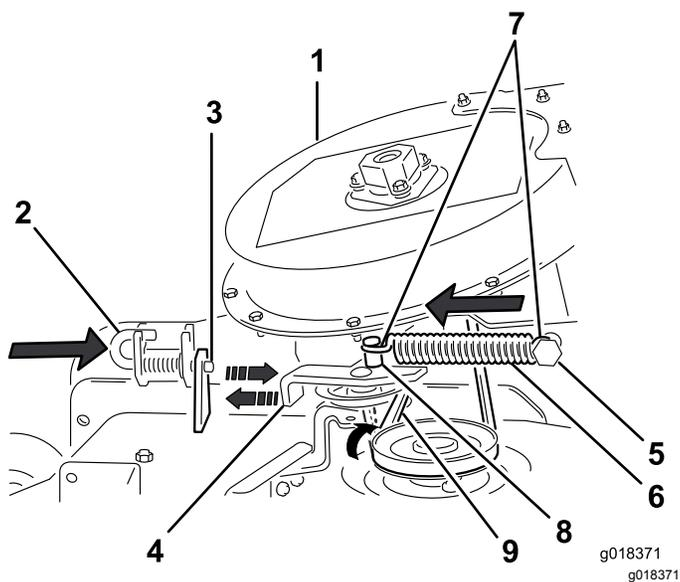

Figura 44
2. Enrute la correa provisionalmente por debajo de la polea tensora (Figura 44).
- Mueva el brazo tensor pivotante hacia el anclaje fijo del muelle e instale el muelle colocando el gancho del muelle en el anclaje del brazo tensor (Figura 44).
- Aleje la polea tensora del anclaje fijo del muelle, y enrute la correa alrededor de la polea de la carcasa de corte (Figura 44).